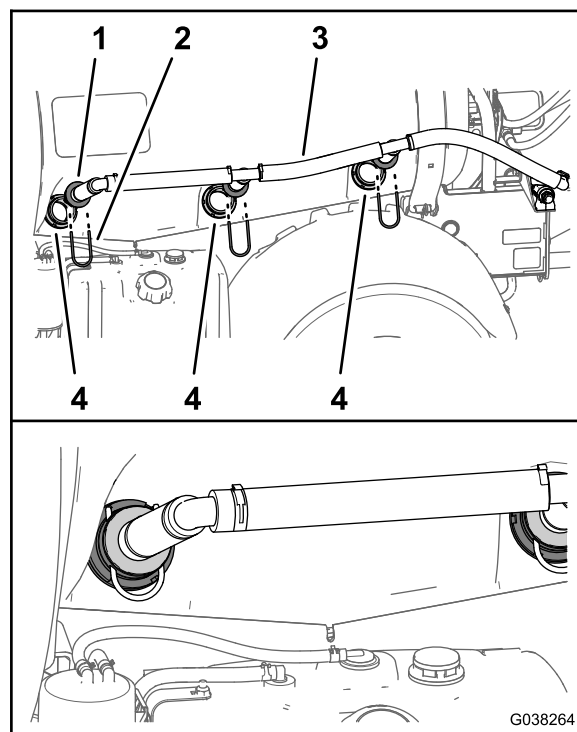

Рисунок 62
- Закрепите сопла перемешивания с помощью 3 держателей (Рисунок 62), снятых при выполнении пункта 1 в разделе Демонтаж сопел перемешивания с бака опрыскивателя (страница 14).
- Вставьте 3 сопла перемешивания узла сопел перемешивания в переходные штуцеры бака опрыскивателя (Рисунок 62).